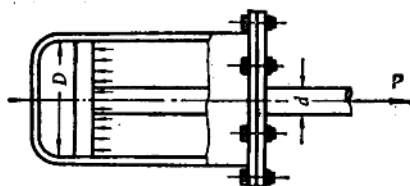

图 1.14
1.14 某铣床工作台进给油缸如图1.14示，油缸内工作压力 $p = 2 \text{ MN/m}^2$ ，油缸内径 $D = 75 \text{ mm}$ ，活塞杆直径 $d = 18 \text{ mm}$ 。已知活塞杆材料的许用应力 $[\sigma] = 50 \text{ MPa}$ ，试校核活塞杆的强度。